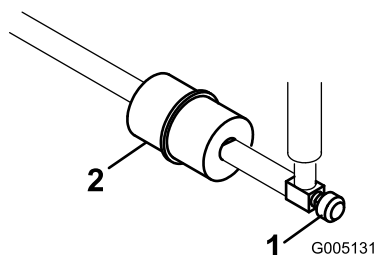

図 42
インラインタイプの燃料フィルタが、燃料タンクとキャブレタの間に設置してあります 図 42。
1. 燃料バルブを閉じる 図 42。
2. フィルタの下に回収容器を置き、フィルタのキャブレタ側のホースクランプをゆるめて燃料ラインからフィルタを外す(図 42)。
3. もう一方のホースクランプをゆるめてフィルタを取り出す 図 42。